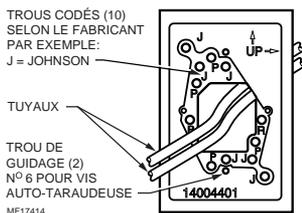

Fig. 4. Installation de la plaque d'adaptation.
1. Faire passer les tuyaux par la grande ouverture de la plaque d'adaptation (Fig. 4).
REMARQUE : Si les trous laissés par les vis correspondent aux ouvertures non codées de la plaque d'adaptation (Fig. 4), procéder comme suit (Sinon, passer à l'étape 4) :
4. Pour retirer le couvercle du thermostat, tourner les vis dans le sens horaire jusqu'à ce que le couvercle puisse être retiré. Pour retirer le thermostat de la plaque-support, écarter les pattes de fixation (Fig. 4) et séparer le thermostat de la plaque.